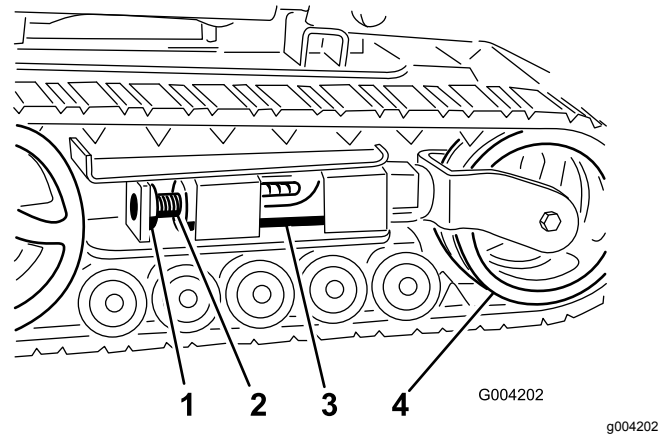
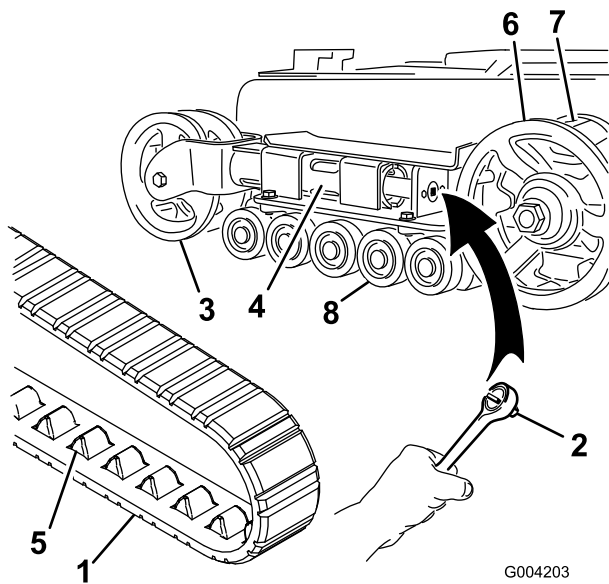
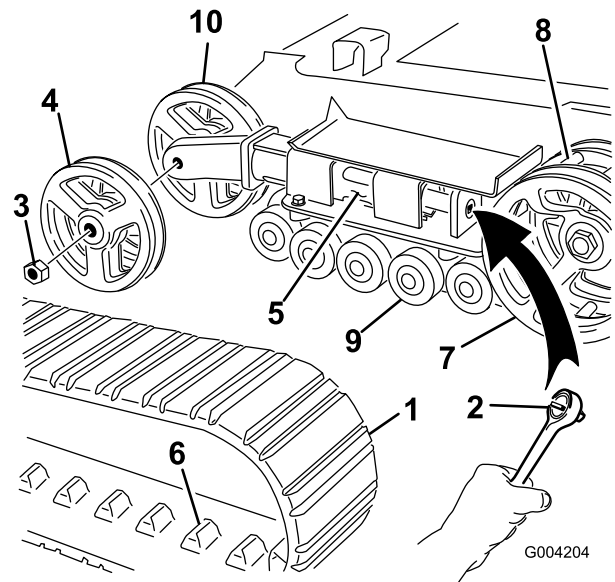

Bild 45
Bild 46
Bild 47
4. Entfernen Sie die Befestigungsschraube und Mutter (Bild 45).
6. Richten Sie die am nächsten liegende Kerbe in der Spanschraube mit dem Loch der Befestigungsschraube aus und befestigen Sie die Schraube mit der Befestigungsschraube und Mutter (Bild 45).
Hinweis: Sie haben Schmalspurketten, wenn die vorderen Spannräder an der Innenseite einer Gabel am Ende des Spannsrohrs montiert sind (Bild 46).
5. Lösen Sie die Antriebsspannung mit einer Ratsche (1/2"), indem Sie die Spanschraube nach rechts drehen (Bild 45 und Bild 46).
Hinweis: Sie haben Breitspurketten, wenn die vorderen Spannräder an der Seite am Ende des Spannungsrohrs montiert sind (**Bild 47**).
4. Entfernen Sie die Befestigungsschraube und Mutter (**Bild 45**).
5. Lösen Sie die Antriebsspannung mit einer Ratsche (1/2"), indem Sie die Spannschraube nach rechts drehen (**Bild 45** und **Bild 47**).
6. Drücken Sie das Spannrad zur Rückseite der Maschine, um den Druckschlauch gegen den Rahmen zu bewegen (**Bild 46**).
8. Wenn Sie die Kette vom Spannrad entfernt haben, entfernen Sie sie auch vom Antriebsrad und den Straßenrädern (**Bild 46**).
9. Legen Sie die neue Kette, beginnend beim Antriebsrad, um das Rad und stellen Sie sicher, dass die Stollen an der Kette zwischen die Zahnräder am Kettenrad passen (**Bild 46**).
10. Drücken Sie die Kette unter und zwischen die Straßenräder (**Bild 46**).
6. Drücken Sie das Spannrad zur Rückseite der Maschine, um den Druckschlauch gegen den Rahmen zu bewegen (**Bild 47**).
7. Nehmen Sie die Mutter ab, mit der das äußere Spannrad befestigt ist. Nehmen Sie das Rad ab (Bild 47).
8. Nehmen Sie die Kette ab (Bild 47).
9. Nehmen Sie die Mutter ab, mit der das innere Spannrad befestigt ist. Nehmen Sie das Rad ab (Bild 47).
13. Setzen Sie das innere Spannrad ein und befestigen Sie es mit der vorher abgenommenen Mutter (Bild 47).
15. Montieren Sie die neue Kette. Achten Sie darauf, dass die Stollen in der Kette zwischen die Zahnräder in der Mitte des Antriebsrads passen (Bild 47).
16. Setzen Sie das äußere Spannrad ein und befestigen Sie es mit der vorher abgenommenen Mutter (Bild 47).
6. Setzen Sie die eingefettete Straßenradkappe auf den Schraubenkopf (Bild 46).
7. Befestigen Sie die Straßenradkappe mit dem Sprengring (Bild 46).